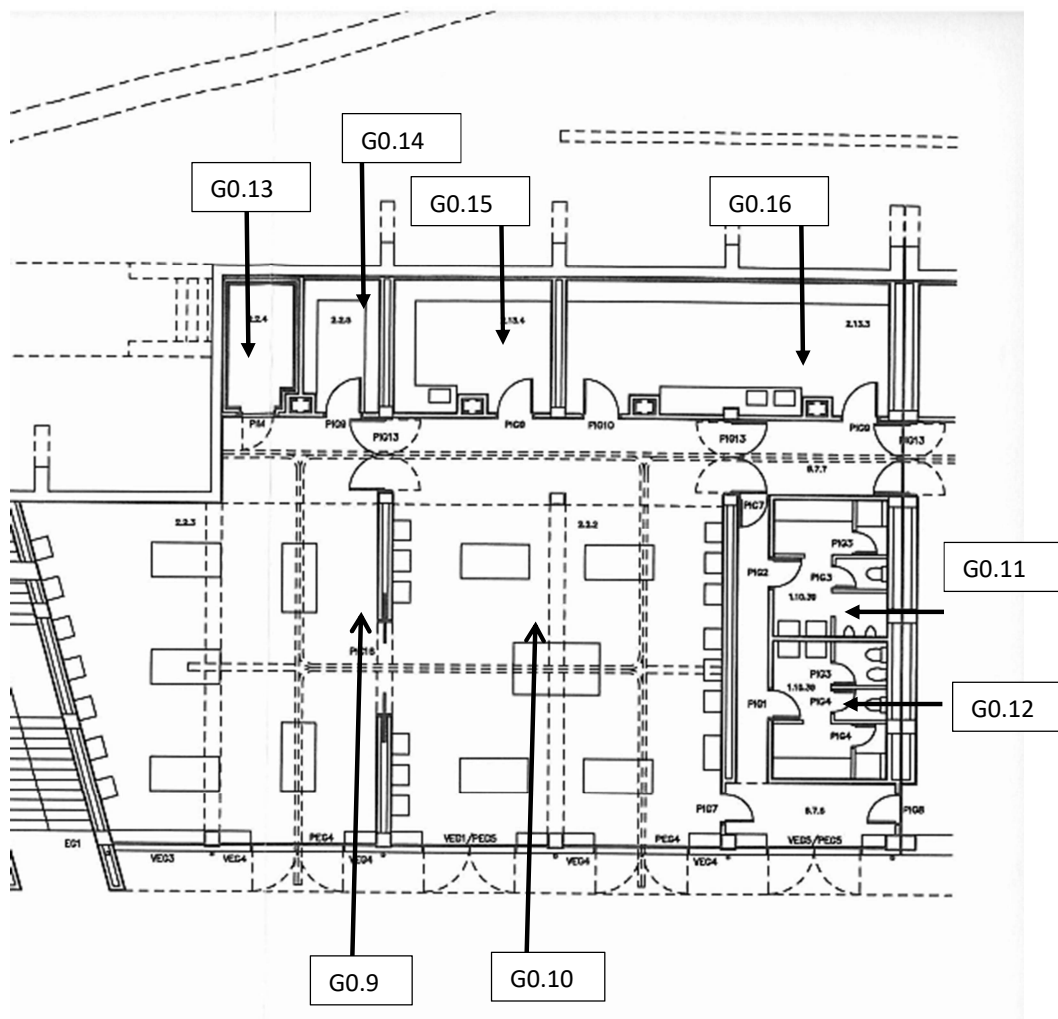

Figura 10
3. A sala G0.14 é a Sala dos Docentes com cacifos para vestuário, acondicionamento do material cirúrgico, armazenamento de material sensível e de EPI. Todos os docentes e técnicos ou auxiliares devem cumprir todos os procedimentos de segurança devendo equipar-se no vestiário destinado a esse fim. A necessária mudança de indumentária deve ocorrer nesse espaço, havendo cacifos individuais para cada elemento docente e técnico que utilize o espaço (Figura 10).